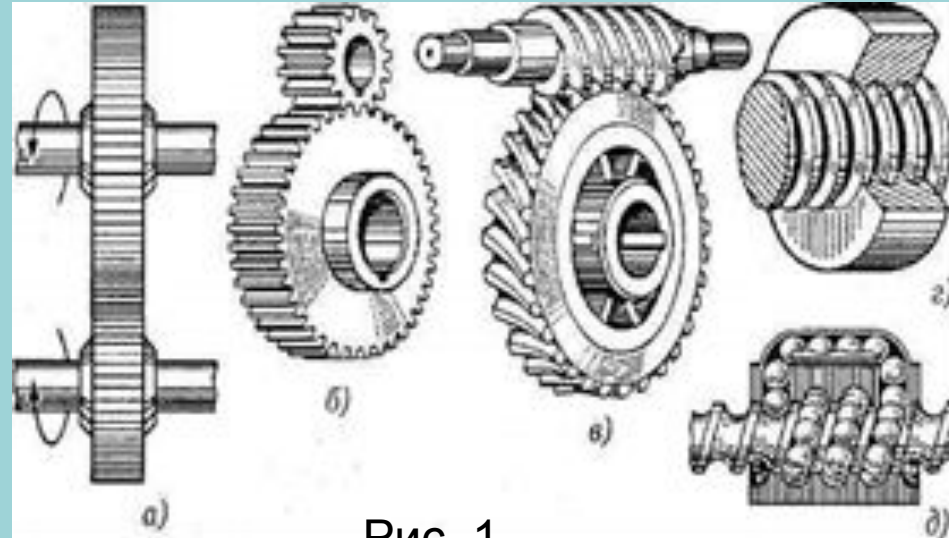
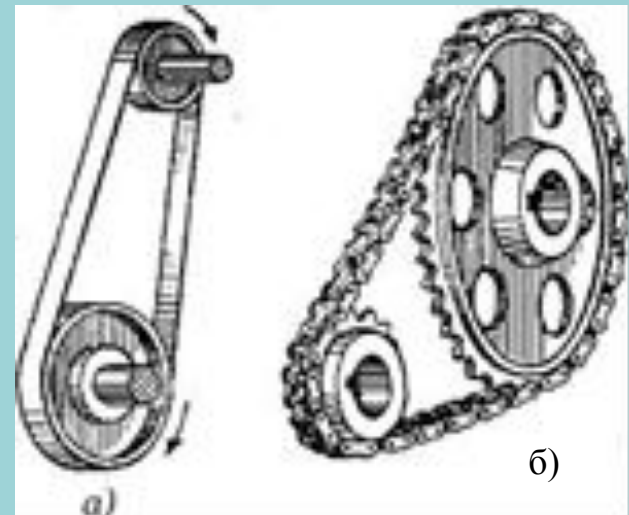

Рис. 1
Рис. 2
- передачи трением (фрикционная — рис.1, а и ременная — рис.2, а);
- зацеплением (зубчатые — рис.1, б, червячные — рис.1, в; цепные — рис.2, б; передачи винт-гайка — рис.1, г, д);
- передачи с непосредственным контактом тел вращения (фрикционные, зубчатые, червячные, передачи винт-гайка — см. рис.1);
- передачи с гибкой связью (ременная, цепная — см. рис.2).
Ременная передача относится к передачам трением с гибкой связью и может применяться для передачи движения между валами, находящимися на значительном расстоянии один от другого. Она состоит (рис.1) из двух шкивов (ведущего, ведомого) и охватывающего их ремня.